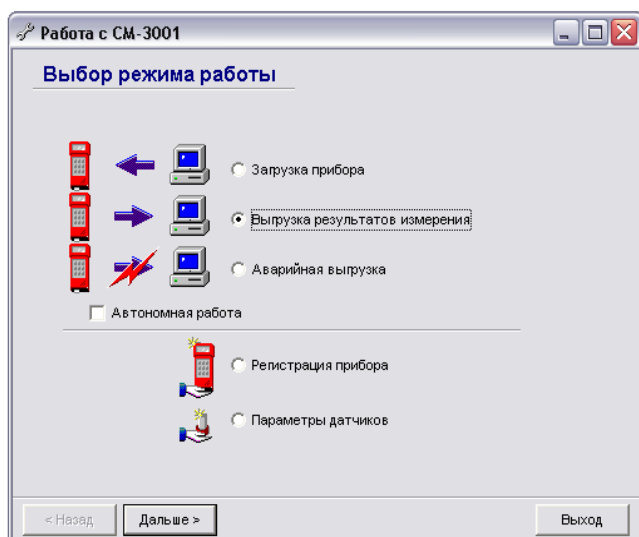

Рисунок 4.17
3. Выбрать указателем мыши пункт меню «*Приборы/СМ-3001*», в появившемся окне (рис. 4.17) выбрать строку «*Выгрузка результатов измерений*» и нажать кнопку «*Дальше*».